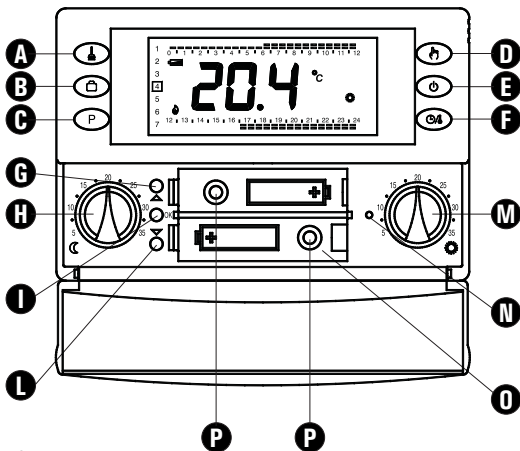

Fig. 4
5. Insérer les batteries dans le logement des batteries (O de la Fig. 4) ; voir le paragraphe 'INSERTION/REPLACEMENT DES BATTERIES'.
insérer les piles en respectant les polarités indiquées dans le logement respectif (voir le paragraphe ' INSERTION/REPLACEMENT DES BATTERIES ') et réaliser l'opération de réinitialisation avec un objet pointu à travers le trou correspondant (N de la Fig. 4). **NE PAS UTILISER DES AIGUILLES OU DES INSTRUMENTS CAPABLES D'ENDOMMAGER IRRÉMÉDIABLEMENT LE CHRONOTHERMOSTAT.**
'OK': programmation de l'heure et du jour de la semaine courante (I de la Fig. 4) ;
'▲': avant (G de la Fig. 4) ;
'▼': arrière (L de la Fig. 4) ;
La température de confort est établie au moyen du bouton '⚙️' (M de la Fig. 4) tandis que celle de réduction est établie au moyen du bouton '⌚' (H de la Fig. 4).